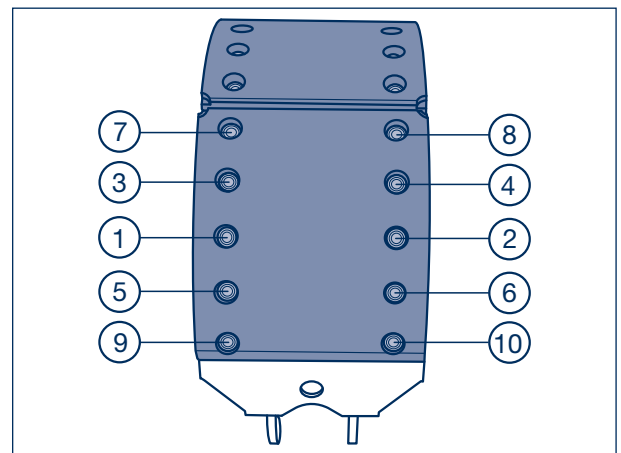

Figure 14
- [16] Introduire tous les rivets (357) et maintenir ceux-ci par sertissage. Riveter la garniture (350) en tenant compte de l'ordre de rivetage (Figure 14).